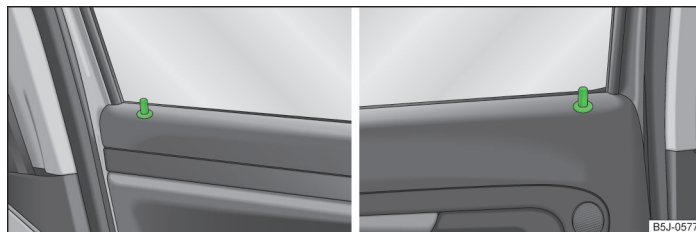

Fig. 12 Bouton de sécurité dans la portière avant/dans la portière arrière
Lors du déverrouillage ou verrouillage de la portière, le bouton de sécurité respectif » fig. 12 monte ou descend.
- Enfoncez le bouton de sécurité » fig. 12.